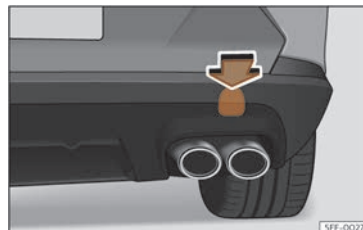

Fig. 203 A la part dreta del para-xocs del darrere: retirar la tapa.
L'allotjament de l'argolla de remolc enroscable es troba al costat dret del para-xocs posterior, al darrere d'una tapa >>> **fig. 203**.
- Pressioneu sobre la zona superior de la tapa >>> **fig. 203** per desencastar-la.